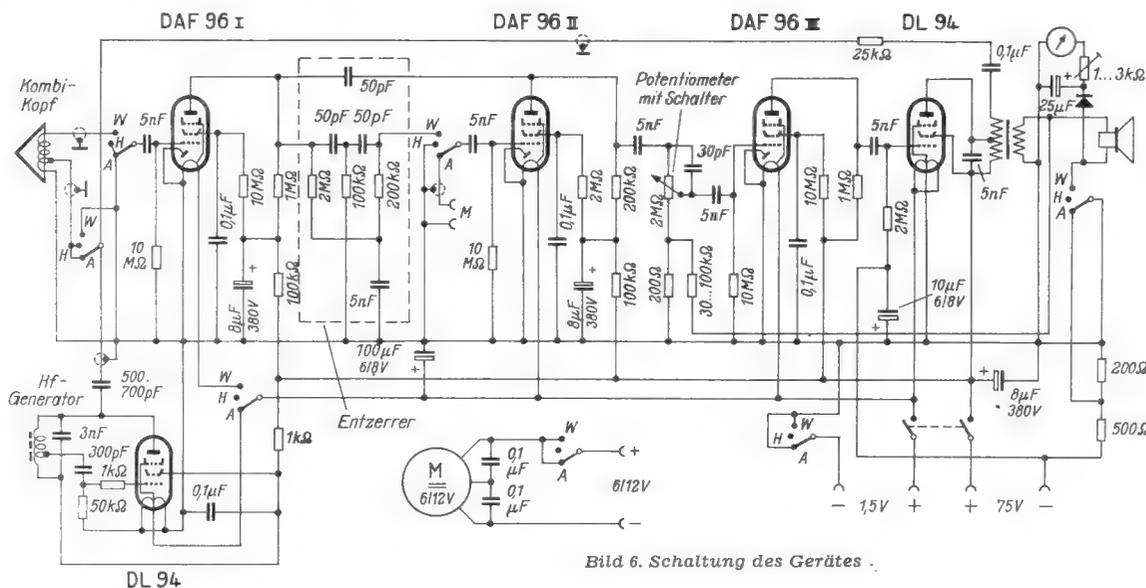

Bild 6. Schaltung des Gerätes .
**Bild 6** zeigt die Schaltung. An Stelle des Umschalters kann auch ein Drucktastenaggregat mit Tasten „Aus“, „Wiedergabe“ und „Aufnahme“ eingebaut werden.